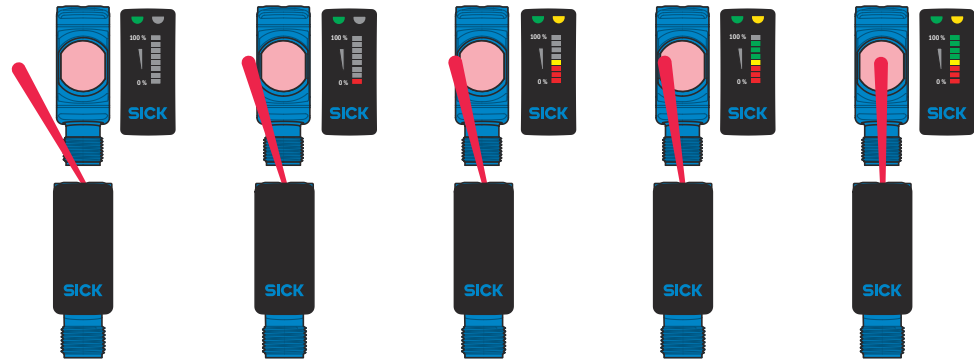
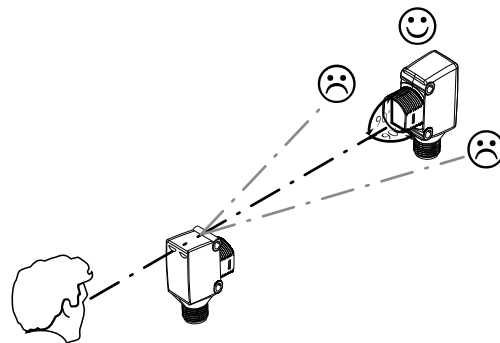

Рисунок 86: Световая шкала мощности сигнала во время выравнивания
Рисунок 87: Регулировка
**Красный свет:** Отрегулируйте взаимное расположение передатчика и приемника. Выберите такое расположение, чтобы излучаемый красный луч попадал в приемник. Подсказка: Световая шкала мощности сигнала на передней части датчика поможет проверить верность выравнивания. Для помощи в регулировке используйте белый лист бумаги или отражатель. Между передатчиком и приемником должно быть открытое пространство без каких-либо объектов на пути луча см. [рисунок 87]. Следует убедиться в том, что оптические отверстия (передний экран) датчиков полностью чистые.
**Инфракрасный свет:** Отрегулируйте взаимное расположение передатчика и приемника. Выберите такое расположение, чтобы инфракрасный цвет (невидимый) попадал приемник. Используйте световую шкалу мощности сигнала на передней части датчика, чтобы определить верное выравнивания. См. рисунок 87 и рисунок 86. Между передатчиком и приемником должно быть открытое пространство без каких-либо объектов на пути луча. Вам необходимо убедиться в том, что оптические отверстия (передний экран) датчиков полностью чистые.
Оптимизированное выравнивание достигается и проверяется при помощи световой шкалы мощности сигнала, расположенной на задней крышке датчика. Светодиодные лампы на световой шкале загорятся в соответствии с мощностью сигнала, полученного датчиком. Когда не светится ни одна светодиодная лампа, или светятся только красные, то датчик не получает или получает слишком слабый сигнал, чтобы переключить выход. Первая желтая светодиодная лампа загорится при минимальном пороге переключения, зеленые светодиодные лампы будут загораться с увеличением полученного сигнала см. [рисунок 86].